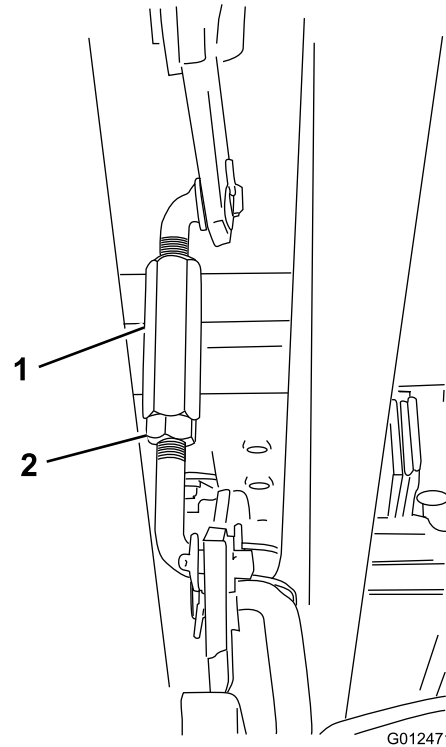

Figura 49
8. Allentate il controdado all'estremità del tenditore (sul lato destro della macchina; fate riferimento a Figura 49) e regolate il controdado stesso in modo che la distanza tra la punta anteriore della lama sinistra e la superficie piana sia 55 mm.